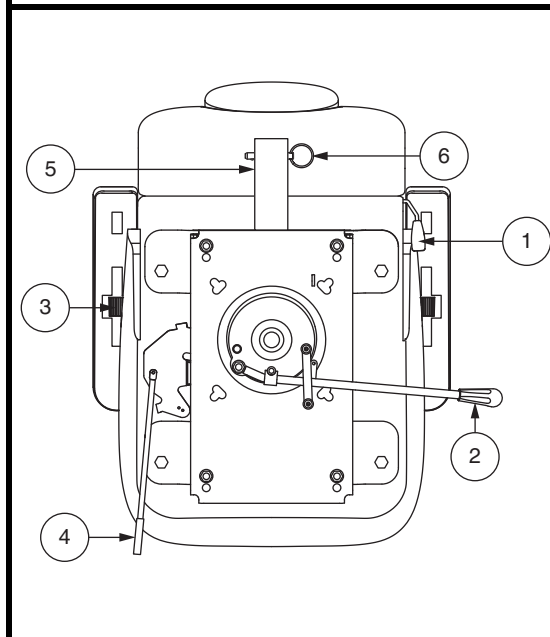

Abb. 16. Sitzeinstellungen – Stil B
Um die verstellbare Rückenlehne einzustellen, befolgen Sie diese Schritte. **Siehe Abb. 16.**
1. Drehen Sie den Hebel zur Verstellung der Sitzposition nach aussen. **Siehe Abb. 16.**
Der Armlehnenwinkel Ihres Elektromobils kann nach oben oder nach unten verstellt werden. **Siehe Abb. 16.**
Die Zuberhörhalterung am Heck ermöglicht es Ihnen, persönliche Zubehörkomponenten wie Korb, Gehhilfe oder jedes mögliches Einzelteil hinter dem Elektromobil anzubringen. Verwenden Sie den Sicherungsstift, um das Zuberörteil sicher an der Halterung zu befestigen. **Siehe Abb. 16.** Für weitere Informaationen wenden Sie sich an Ihren Vertragshändler.